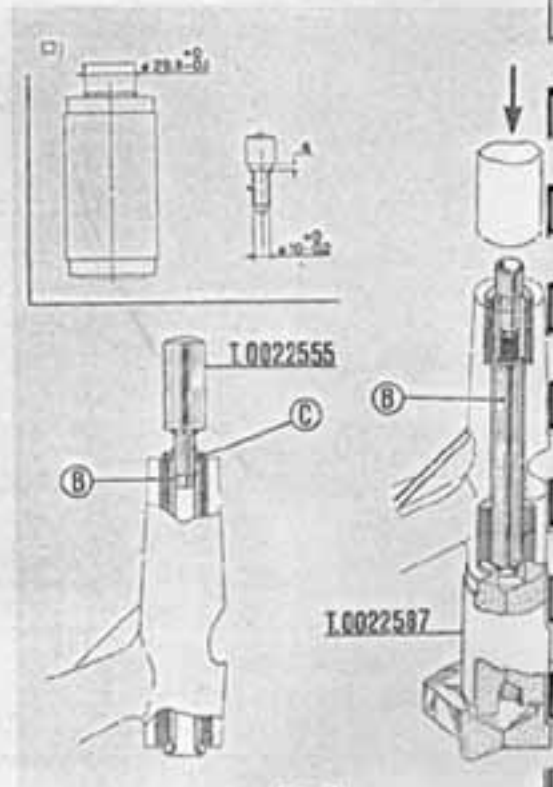

Fig. 61
3.a Operazione (Fig. 61): Montare i distanziatori « C » cianfrinare il tubo « B » alle due estremità.
N. B. - Se con la cianfrinatura finale del tubo (part. 3) le estremità cianfrinate non distano in un'opportuna misura dalla corrispondente estremità della vassa, è necessario intervenire agendo (con pressa a mano ved. fig. 61) sul tubo « B » fino a riportare le estremità alla sporgenza corretta.